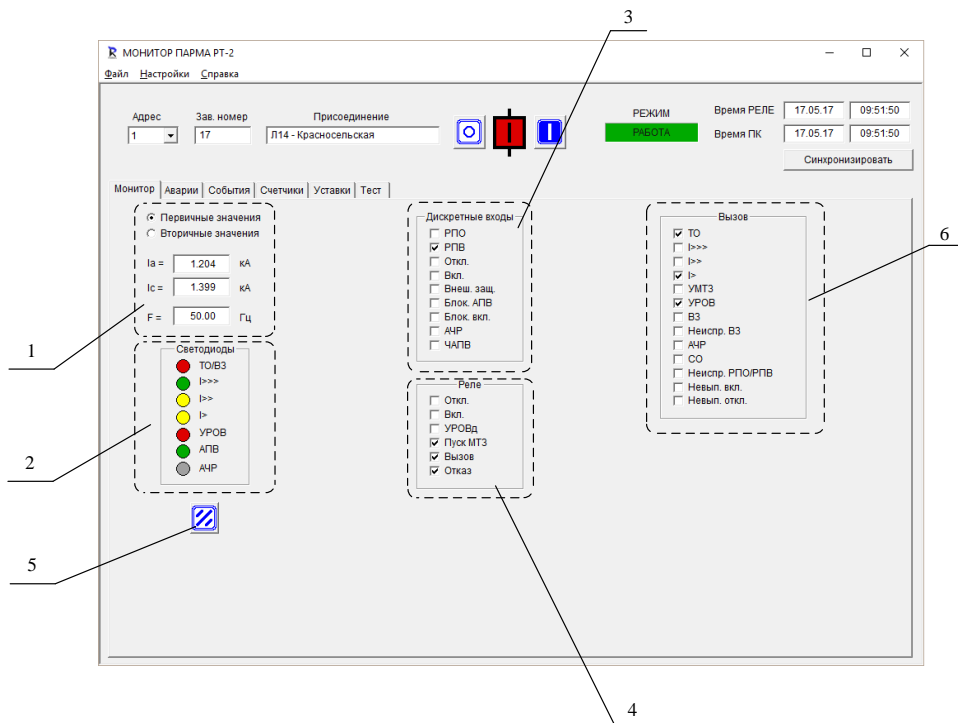

Рисунок 8 – Вкладка "Монитор"
5.5.9.1 Вкладка "Монитор" (рисунок 8) предназначена для отображения параметров сети (1) и состояния РЕЛЕ. Отображение фазных токов может производиться в первичных или во вторичных значениях в зависимости от положения соответствующего переключателя.